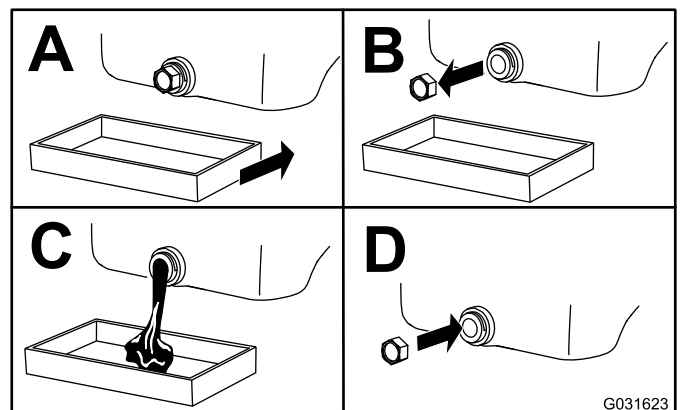

Bild 47
3. Wechseln Sie das Motoröl wie in Bild 47 gezeigt.